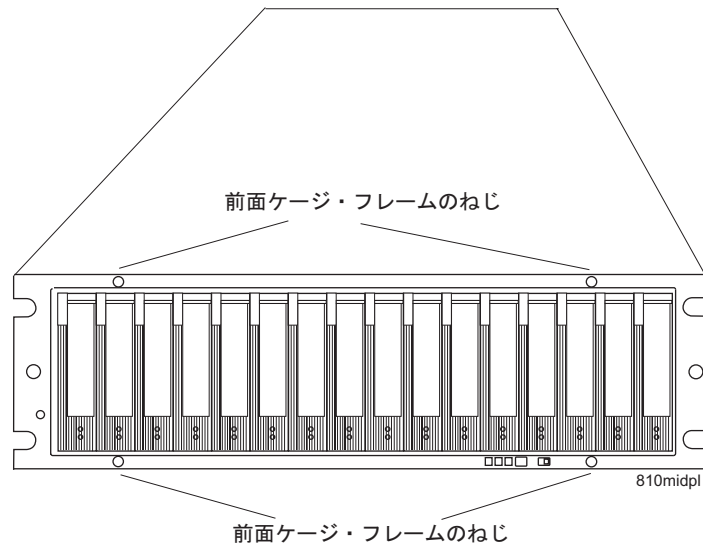

図 86. 前面ケージ・フレームねじ位置
9. #1 プラスねじ回しを使用して、171 ページの図 86 に示すように、ミッドプレーンの前面ケージ・フレームのねじ 4 個を緩めます。
16. 前面ケージ・フレームの 4 個のねじを締めます。171 ページの図 86 を参照してください。